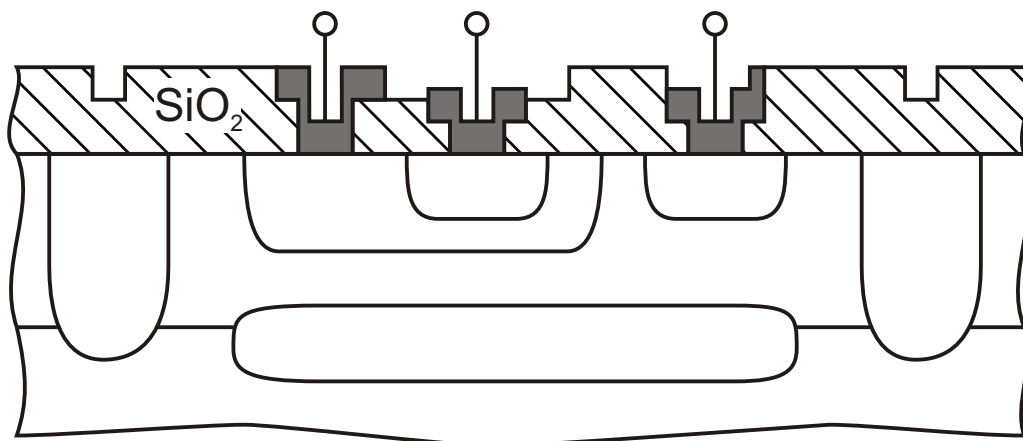

Abb. 3.1: Querschnitt eines npn-Bipolartransistors
- 3.2 Die Abb. 3.1 zeigt einen Querschnitt eines npn-Bipolartransistors. Folgende Daten sind bekannt:
- a) Tragen Sie die Dotierungen aller Bereiche in Abb. 3.1 ein! Kennzeichnen Sie hohe Dotierungen mit einem $+$ und niedrige Dotierungen mit einem $-$. Mögliche Dotierungen sind: n^- , n , n^+ , p^- , p , p^+ .
- b) Bezeichnen Sie die Anschlüsse in Abb. 3.1: C, B, E!
- e) Kennzeichnen sie die Basisweite w_B in Abb. 3.1!